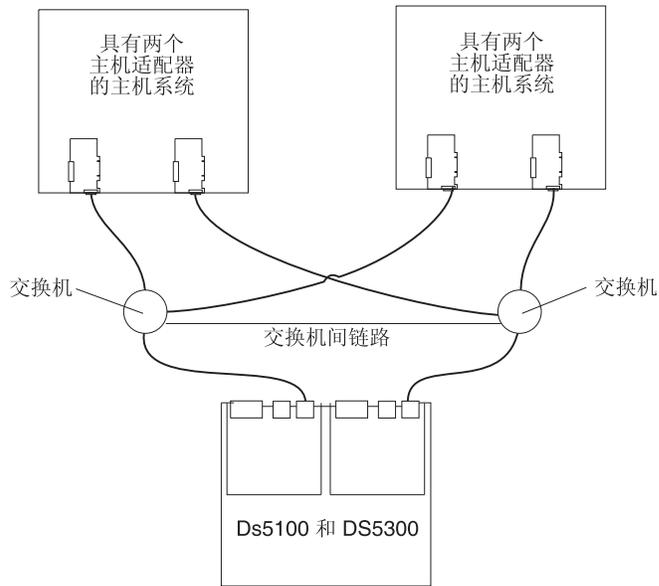

图 79. 单 SAN 光纤网配置的示例
- 单 SAN 光纤网配置，如第 110 页的图 79 中所示
第 110 页的图 79 提供了两个主机系统通过使用跨交换机链路连接的光纤通道交换机形成单 SAN 光纤网配置的示例。